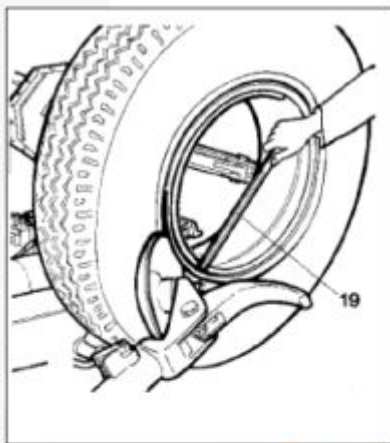

Рисунок 30
6) Повторите процедуру, но на этот раз устанавливайте диск к разъемному кольцу (см. рис.30), чтобы освободить стопорное кольцо. Снимите его при помощи специального рычага 19 (рис 30) или ролика.
- 5) Повторите данную процедуру, но на этот раз перемещайте диск вдоль разъемного кольца (см. рис. 30), пока не освободится стопорное кольцо. Это кольцо можно снять при помощи специального рычага 19 (рис. 30) или отжимного диска.